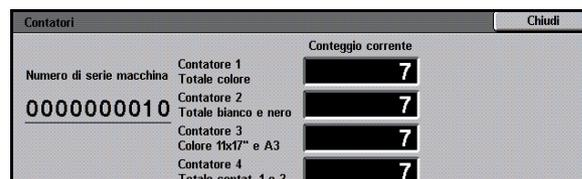

Fig. 3: Schermata Contatori
- 2 Selezionare l'icona **Contatori** per visualizzare la schermata corrispondente, illustrata in Fig. 3.